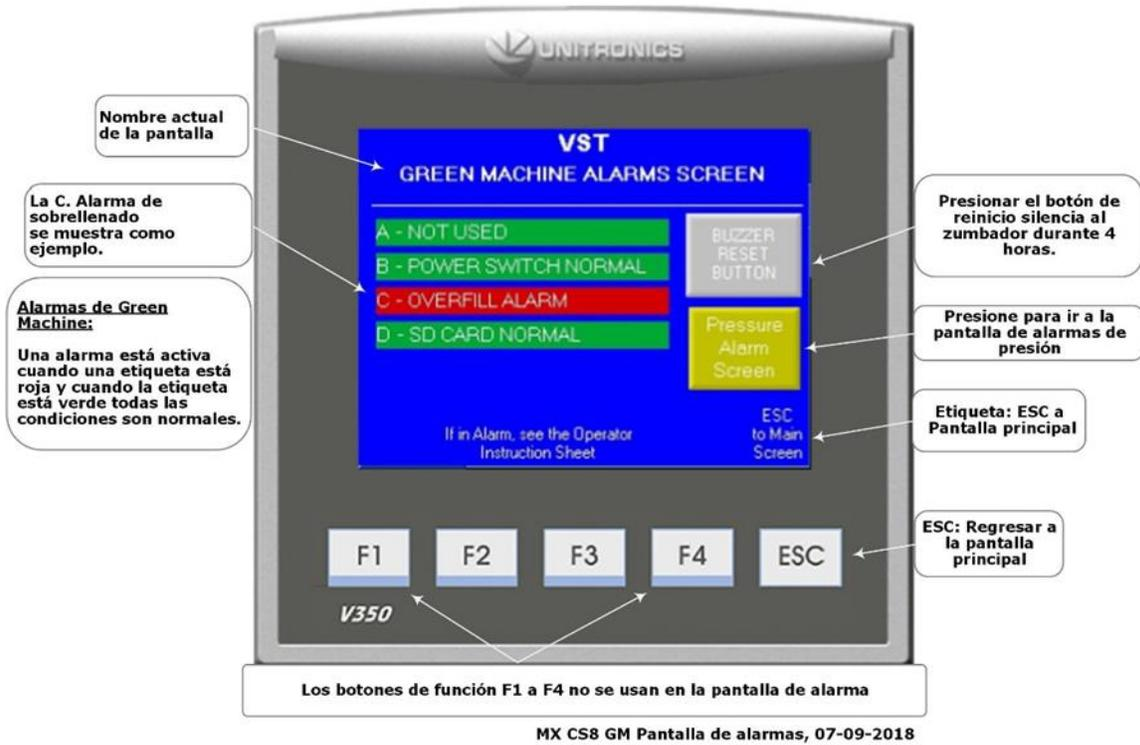

Figura 10-3: Pantalla de alarma de la GREEN MACHINE
- **Vea la Figura 10-3 para conocer la pantalla de alarmas de la GREEN MACHINE**